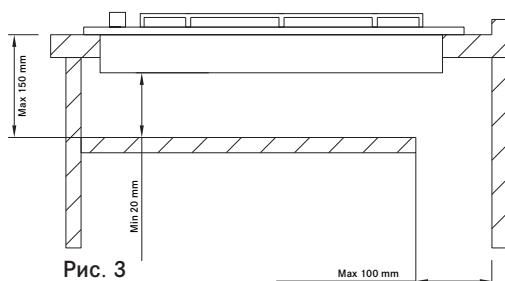

Рис. 3
**ПРИМЕЧАНИЕ:** В случае если варочная панель не будет установлена над духовкой, необходимо предусмотреть разделительную перегородку (рис.3).